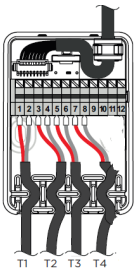

Рис. 6. Електрична колодка для підключення датчиків температури
- Потім під'єднайте відповідні датчики до з'єднувальної колодки, як показано Рис. 6.